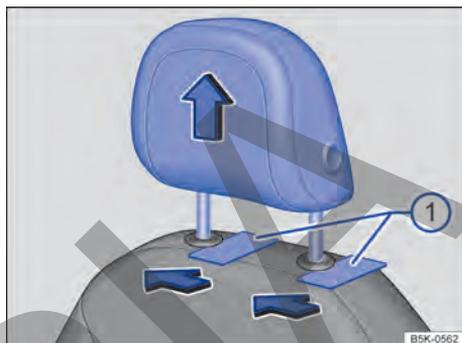
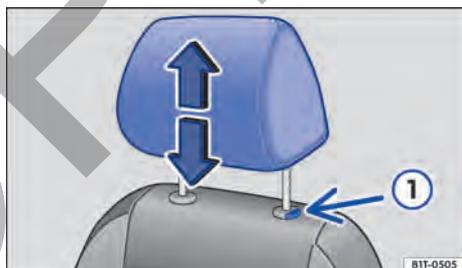

Fig. 65 En el asiento delantero: ajustar el apoyacabezas (variante 1).
Fig. 66 En el asiento delantero: ajustar el apoyacabezas (variante 2).
2. *Variante 1:* Introduzca unos objetos planos, como unas tarjetas de plástico, entre el tapizado del respaldo del asiento y las tapas de las barras del apoyacabezas → fig. 65 ①. Extraiga el apoyacabezas por completo.
Variante 2: Extraiga el apoyacabezas completamente a la vez que presiona la tecla → fig. 66 ①.
2. Baje el apoyacabezas a la vez que presiona la tecla → fig. 65 ① o → fig. 66 ①.